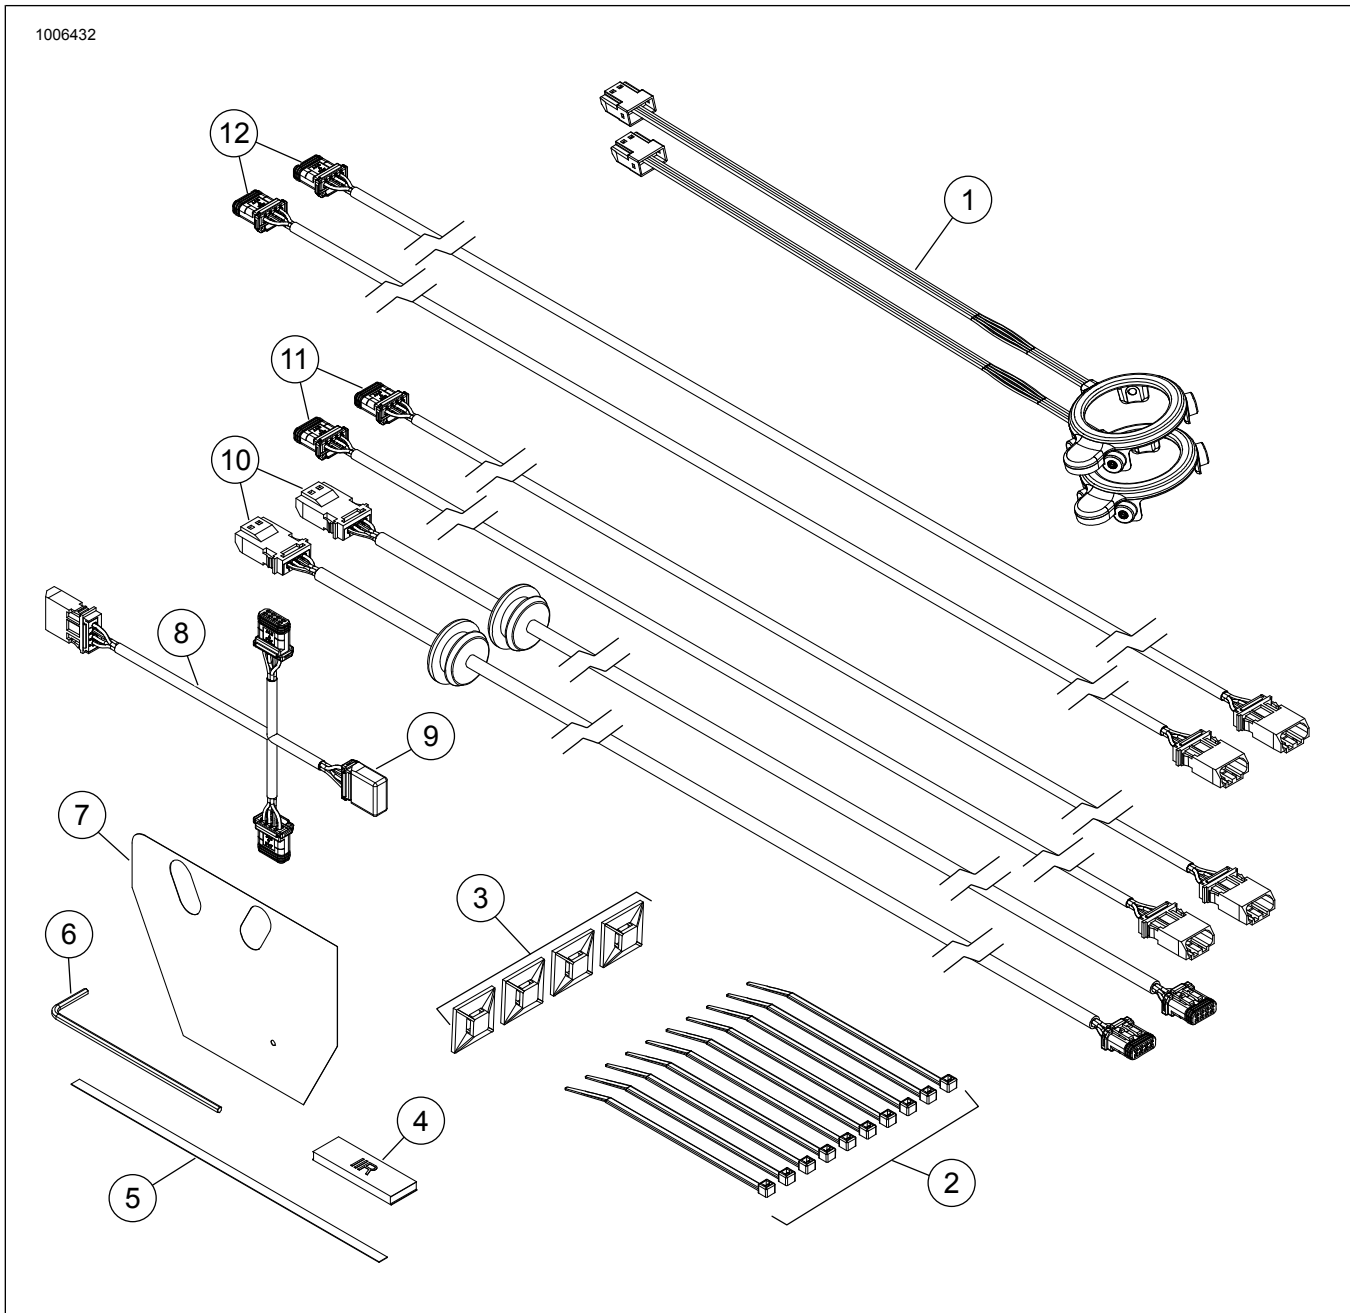

Figura 31. Parti di ricambio, kit luci LED R/G/B/ altoparlante Stage I
Vedere la figura 31. e Tabella 1. Connettere e disporre il cablaggio da 48 in (12) proveniente dal dispositivo di controllo LED R/G/B verso le borse. Collegare il cablaggio tripla (8) alle connessioni dell'altoparlante.
Vedere la figura 31. e Tabella 1. Far scorrere l'occhiello di circa 15 cm (6 in) dall'estremità maschio del cablaggio (10).
Vedere la figura 31. e Tabella 1. Connettere e disporre il cablaggio da 48 in (12) proveniente dal dispositivo di controllo LED R/G/B verso gli altoparlanti della scocca. Collegare il cablaggio triplo (8) alle connessioni dell'altoparlante.